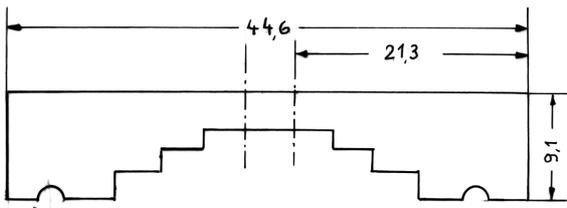

Abb. 2: Stufen sägen bei den Teilen 1 und 2 (Op. 1/3)
- 1: Sägen der gestuften Seite (Oberseite) Der Rohling ist eine Leiste mit der Faserrichtung quer zur Längsrichtung. Der Querschnitt ergibt sich aus zwei nebeneinander liegenden Seitenansichten (Abbildung 2) mit der Zugabe für einen Sägeschnitt in der Mitte - macht 44,6. Die Zusammenfassung garantiert eine gute Auflage bei der Sägebearbeitung. Die benötigte Länge ergibt sich aus der Stückzahl (8) multipliziert mit der Stärke der Seitenwange (1,5) plus der Sägebreite (ca. 1,5) plus Zugabe (2). Länge = $8 \times (1,5 + 1,5) + 10$, Zug für Schiefelage = 34. Eine weitere Verlängerung um ca. 12 mm auf Maß 46 hat zwei Gründe: Der erste ist die notwendige Auflage beim Sägen des letzten Teils, und der zweite, gleichermaßen zwingende Grund wird bei Operation 2 erläutert. Zum Sägen der drei Stufen wird die Säge je nach Stufe eingestellt und das Werkstück einmal links und einmal rechts über die Säge geführt. Sozusagen eine Fertigung auf Umschlag.
- 3: Sägen der Schildzapfennuten, Maß 4,7 Hierbei wird ein 1-mm-Sägeblatt so eingesetzt, dass es innerhalb des Radius bleibt. Die Rundung kann dann mit einer feinen Rundfeile nachgearbeitet werden (dargestellt auf Abbildung 2)
6: Trennen der beiden Profilrohlinge und Sägen des Maßes 21,3 an beiden Teilen (siehe Abbildung 2)